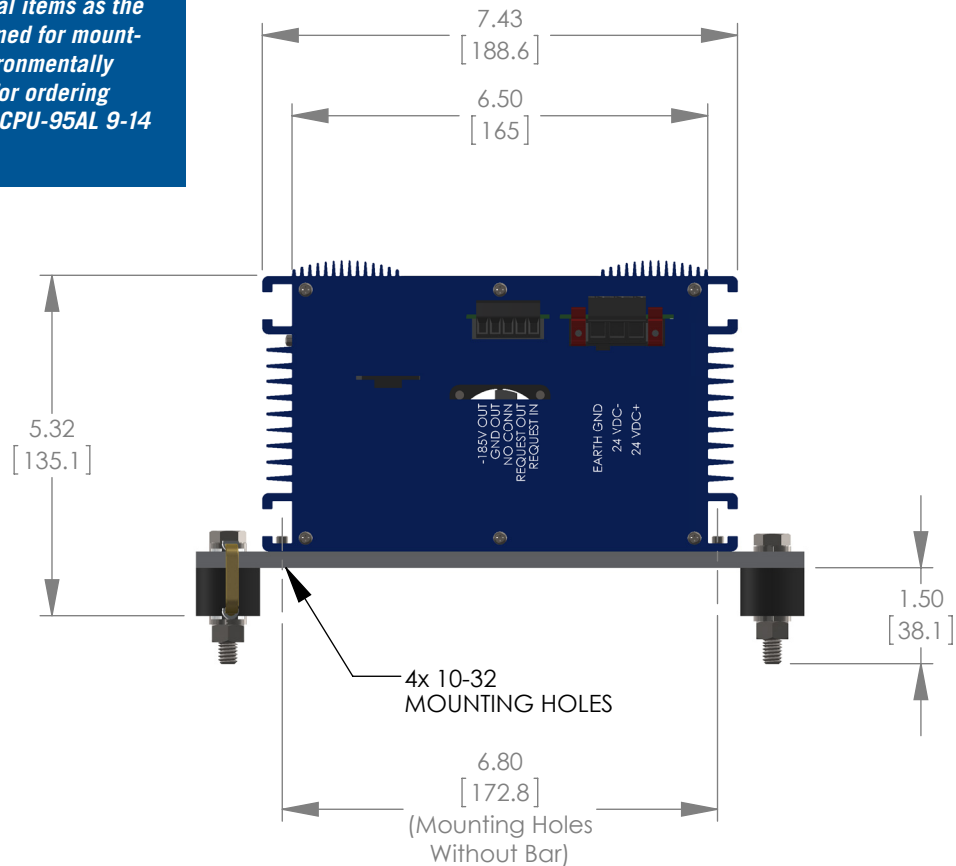

FIG. 9 DC POWER HOOKUP: IGNITION MODULE
- FIG. 9 DC POWER HOOKUP: IGNITION MODULE**